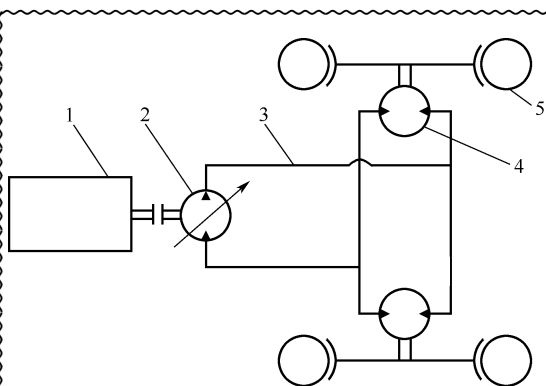

图 1-28 全液压式传动系统原理图
(3) **全液压传动系统** 液压传动也叫静压传动,是通过液体传动介质静压力的变化来传递能量。该系统主要由发动机驱动的液压泵、液压马达和控制装置等组成。发动机输出的机械能通过液压泵转化成液压能,然后再由液压马达将液压能转化成机械能。液压泵的供油量可在液压控制装置的控制下实现在一定范围内的无级连续变化,液压马达的转速也将在一定范围内连续变化,如图 1-28 所示。